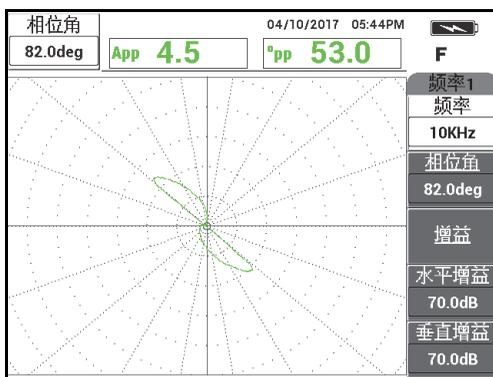

图 5-161 调节信号
3. 按相位角键 ()，然后转动频率 1 信号（绿色），直到孔的信号达到大约  $40^\circ$  的相位（参见第 225 页的图 5-161）。